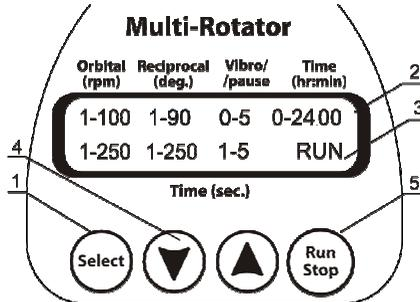

Abb. 1 Steuerung
- 4.4. Drücken Sie die Taste **Run/Stop** (Laufen/Stopp) (Abb. 1/5), um das Programm zu starten.
- 4.5. Die Plattform beginnt sich zu bewegen, und die entsprechenden Anzeigen (RUN [Laufen] (Abb. 1/3) und die sich ändernden Zeitwerte) erscheinen auf dem Display.
- 4.6. Falls keine Betriebsdauer eingestellt ist und der Timer (Abb. 1/2) 0:00 anzeigt, startet durch Drücken der Taste **Run/Stop** (Laufen/Stopp) der kontinuierliche Betrieb des Rotators, bis die Taste **Run/Stop** (Laufen/Stopp) erneut gedrückt wird.
- 5.1. Drücken Sie die Taste **Select** (Auswählen) (Abb. 1/1), um den zu ändernden Parameter auszuwählen (durch längeres Drücken der Taste vergrößern Sie die Schrittweite). Der aktive Parameter blinkt.
- 5.2. Stellen Sie mit den Tasten ▼ und ▲ (Abb.1/4) den gewünschten Wert ein (durch längeres Drücken der Taste vergrößern Sie die Schrittweite).